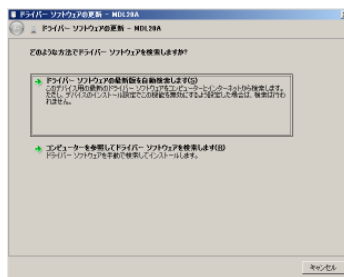

図 12. USBドライバーの手動インストール画面1
- ③次に表示される図 12 の画面では『コンピューターを参照してドライバーソフトウェアを検索します』の方をクリックしてください。